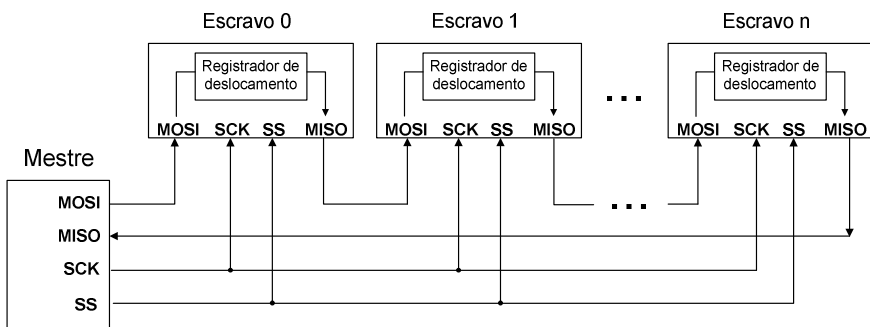

Fig. 14.3 – Conexão entre o mestre e vários escravos: seleção coletiva com ligação em anel.
- Seleção coletiva dos escravos: os escravos são conectados em um grande anel. A saída de um escravo é conectada a entrada de outro e o circuito de dados é fechado com o mestre. O mestre seleciona todos os escravos ao mesmo tempo através de um pino \overline{SS} comum (fig. 14.3).